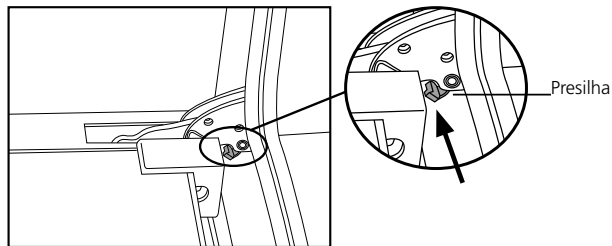

Fig. 34
- Pressionar para cima as presilhas de bloqueio, localizadas na parte inferior das dobradiças (fig. 34).
- Com as presilhas travadas, segurar a porta nos dois lados e fechar a mesma lentamente até ficar bloqueada (fig. 34). Desta forma a mola da dobradiça estará bloqueada, continuando a fechar a porta do forno, podemos desencaixar as dobradiças das fendas do produto.